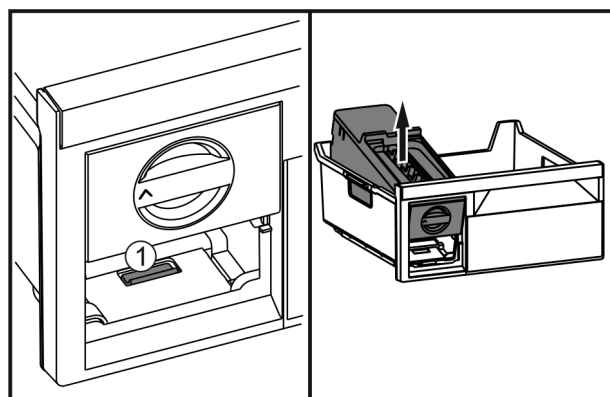

Fig. 37
- ▶ Натиснете езичето Fig. 37 (1), повдигнете EasyTwist-Ice отзад и извадете от чекмеджето на фризера.